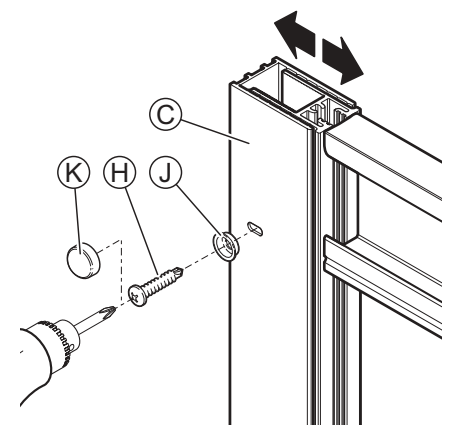

FIG. 6
- Close the sliding panel (F) and adjust it by sliding the panel into the wall jambs (C). There must be no space between the two magnetic strips. If necessary, complete the adjustment by screwing or unscrewing the adjustment screws (O).
- Once in place, fasten frame to wall jamb (C) with self-drilling screws #6 x 1/2" (1.2 cm) (H) and screw cap receivers (J) with an electric drill (or drill 3/32" (0.24 cm) diameter holes and screw manually). Once screws are in place, install screw caps (K). Fig. 6.
- Fermez le panneau mobile (F) et réglez-le en faisant glisser le cadre dans les montants muraux (C). Il ne doit y avoir aucun espace libre entre les 2 bandes magnétiques. Si nécessaire, complétez l'ajustement en vissant ou dévissant les vis de réglage (O).
- Une fois bien en place, fixez le cadre dans le montant mural (C) en vissant les vis auto-perçantes #6 x 1/2" (1,2 cm) (H) avec les receveurs de cache vis (J) à l'aide d'une perceuse électrique (ou percez un trou de 3/32" (0,24 cm) de diamètre avec une perceuse et vissez les vis à la main.). Une fois les vis en place, installez les cache-vis (K). Fig. 6.
- Cierre el panel corredizo (F) y ajústelo deslizando el marco dentro de las jambas murales (C). No deberá quedar ningún espacio entre las bandas magnéticas. Si es necesario, complete el ajuste apretando o aflojando los tornillos de ajuste (O).
- Una vez todo colocado en su sitio, ajuste el marco a la jamba (C) con los tornillos autotrabadores # 6x1/2" (1.2cm) (H) y las tapas para tornillo (J) con un taladro eléctrico (o taladre un orificio de 3/32" (0.24 cm) de diámetro y atornille manualmente). Una vez los tornillos en su sitio, instale los cubretornillos (K). Fig. 6.